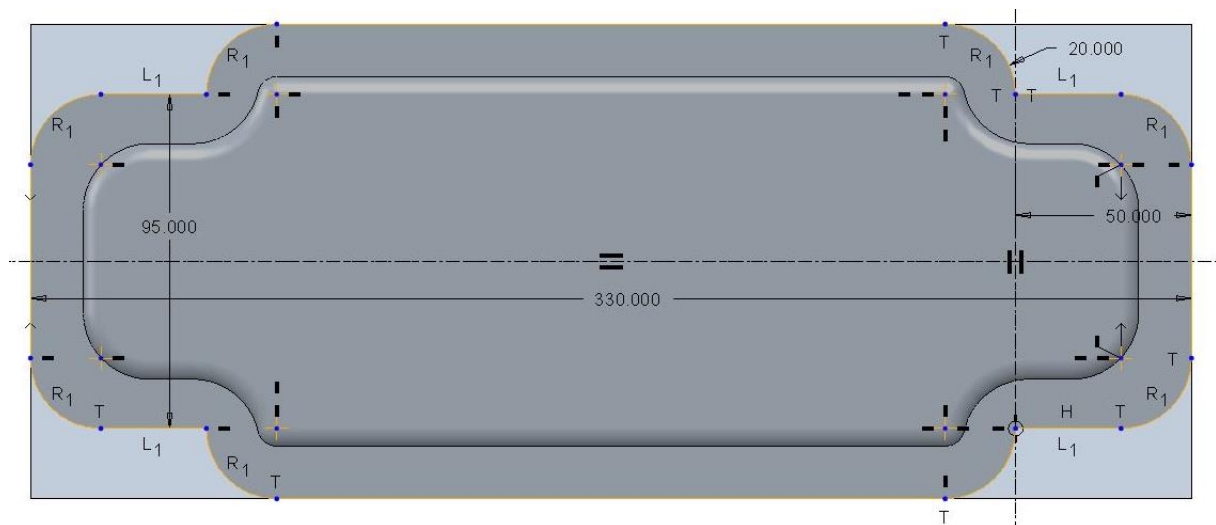

Abb. 8 Deckelform
- siehe Abb. 8 ▶
- ▶ Skizze entsprechend nach Abb. 8 zeichnen ▶